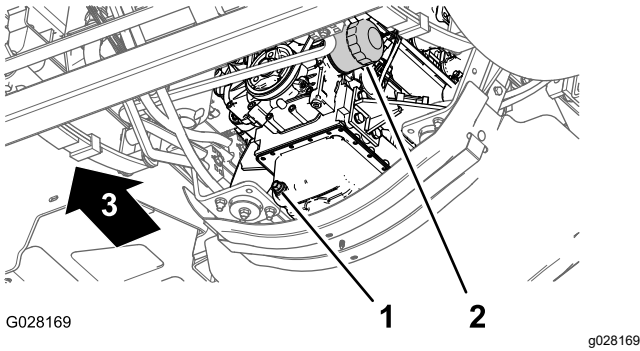

图 76
3. 在机油滤清器下放一个放油盘 图 76。
4. 拆下旧机油滤芯 图 76。
8. 将机油滤清器安装到滤清器安装座上顺时针旋转机油滤清器直至橡胶垫片接触到滤清器安装座然后再将滤清器拧紧 $\frac{1}{2}$ 圈 图 76。
1. 对齐排放塞下的排放盘 图 76。
2. 拔掉排油塞让机油完全排出 图 76。